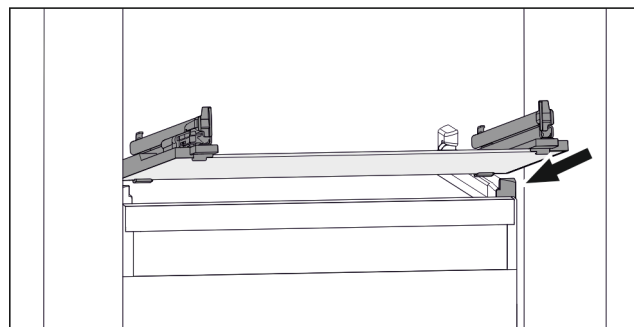

Fig. 40 Rappresentazione esemplificativa del ripiano in vetro
- Applicare il ripiano in vetro obliquamente dietro i fermi. (vedere Fig. 40)